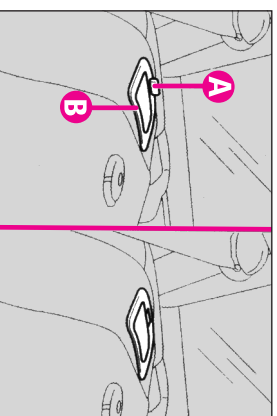

fig. 46
În ceea ce privește modelele Sportwagon, centura de siguranță a locului central poate fi folosită doar dacă spătarul scaunului este corect fixat în zăvoarele sale. Acesta presupune că butonul (A fig. 46) de lângă mânerul (B) este retras.